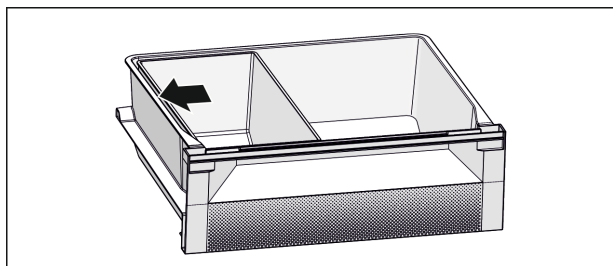

Fig. 6
- ▶ Ustawić przegrodę Fish & Seafood. W przedstawionej pozycji Fig. 6 () zachowana jest optymalna funkcja chłodzenia.